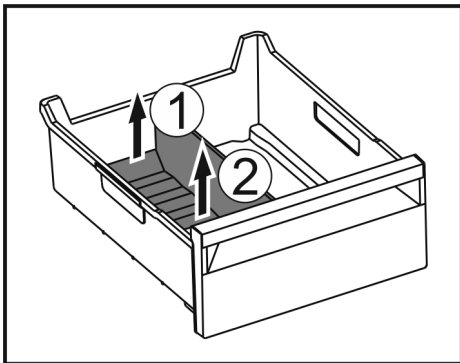

Fig. 173
- ▶ Ridicați partea posterioară a separatorului pentru compartimentul de gheață. Fig. 173 (1)
- ▶ Scoateți separatorul pentru compartimentul de gheață în sus. Fig. 173 (2)